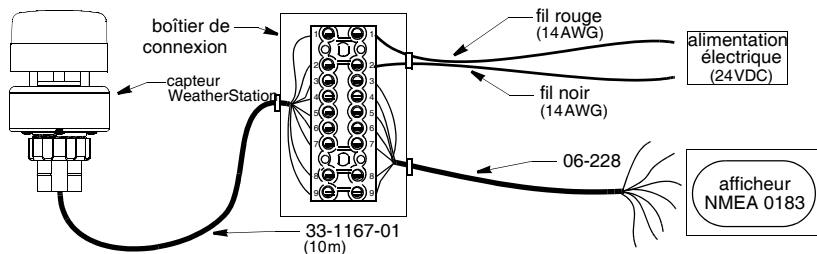

Figure 6. Câblage au boîtier de connexion (échelle non respectée)
Faites cheminer le câble de WeatherStation vers un boîtier de connexion (voir Figure 6). Faites cheminer un câble séparé du boîtier de connexion à l'afficheur NMEA. Faites cheminer les fils 14AWG (2 mm²) du boîtier de connexion à une alimentation 24 V CC. *Ne pas fixer les câbles et les fils à ce stade.*
ATTENTION: Votre instrument WeatherStation a soit une RS422 ou RS232. Vous devez suivre le schéma de câblage de la figure 6 ou 7 qui correspond à votre instrument WeatherStation. Si il est câblé pour la mauvaise interface, il ne sera pas transmettre et recevoir des données correctement.
2. Dénudez 60 mm (2-1/2") d'isolant extérieur et repliez le blindage de l'extrémité dénudée (voir Figure 6 ou 7).